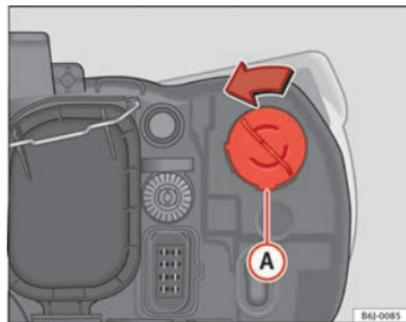

Fig. 153 Luz indicadora de mudança de direção
- Rode o porta-lâmpadas ⇒ Fig. 153 (A) para a esquerda e puxe.